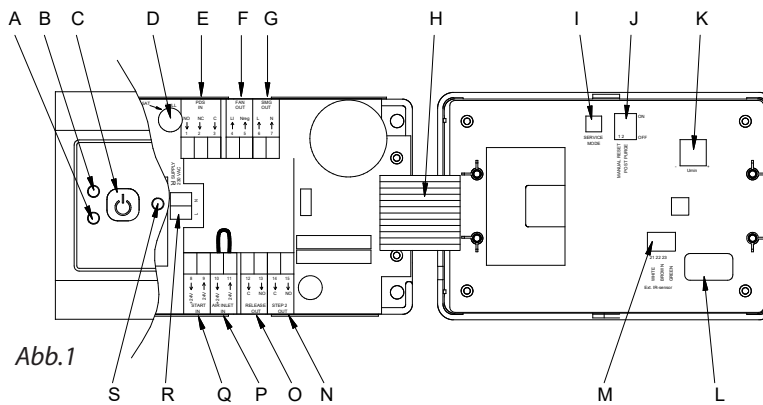

Abb.1
Die EFC21 (Abb. 1) sind Steuerungen welche in Verbindung mit einem Rauchsauger und offenen Gasfeuerstellen eingesetzt werden.
Beim Einschalten der Steuerung EFC21 startet der Rauchsauger mit maximaler Drehzahl. Beim Erreichen des am integrierten Pressostat eingestellten Differenzdruckes wird die Gasfeuerstätte freigegeben. Danach wird die Drehzahl des Rauchsaugers auf den voreingestellten Wert zurückgefahren. (Abb. 1-K)
Weiterhin ist eine 3-minütige Nachlaufzeit des Ventilators optional einstellbar, um den Schornstein nach dem Abschalten der Feuerstätte nochmals zu durchlüften und Schornsteinversottung vorzubeugen. (Abb. 1-J)
Vor der Einregulierung die Werkseinstellung der DIP-Schalter kontrollieren (Abb. 1-J). Anschließend Punkt 3.1-3.4 befolgen.
- Die EIN/AUS Taste betätigen (Abb. 1-C).
- Die "Service Mode" Taste (Abb. 1-I) im Innern des Deckels drücken. Die Alarmdiode (unten) (Abb. 1-A) blinkt nun ROT, und die Funktionsdiode (oben) (Abb. 1-B) blinkt entsprechend der Position des Pressostaten, siehe untenstehendes Schema: